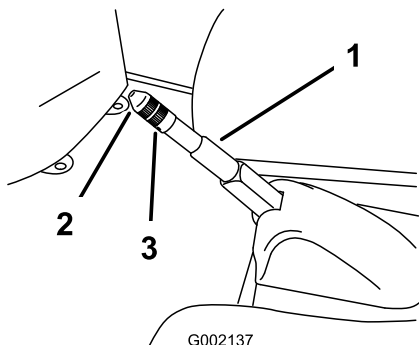

Figura 39
2. Desaperte o parafuso de afinação que fixa o manípulo à alavanca do travão de estacionamento (Figura 39).